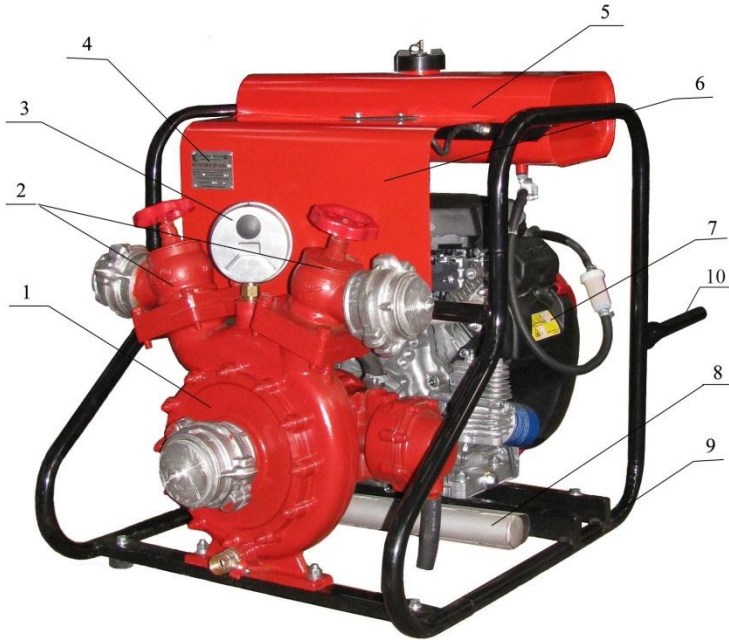

Рис.1 – Общий вид мотопомпы
6.1.1 Мотопомпа МП 10/60 состоит из следующих основных узлов и агрегатов (рис. 1):